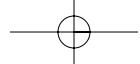

Fig. 1
2. Het deksel moet gedemonteerd worden (fig. 1).
1. Otwórz zatrzask przy pomocy śrubokrętu. Pokrywę należy zdjąć (rys. 1).